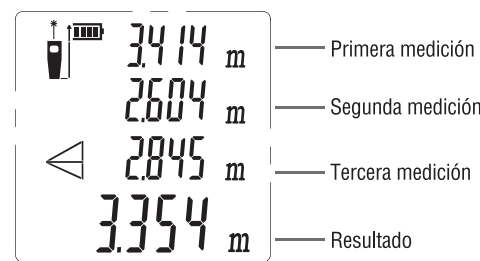
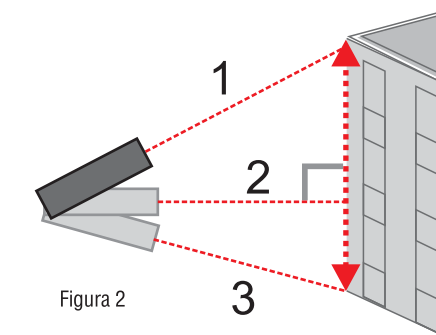
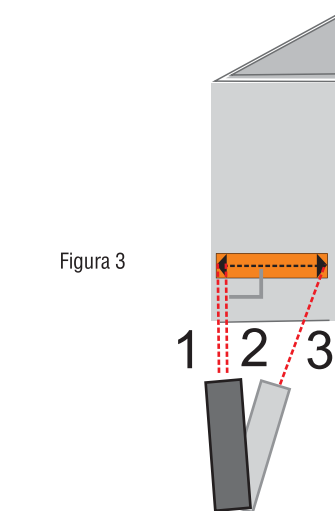
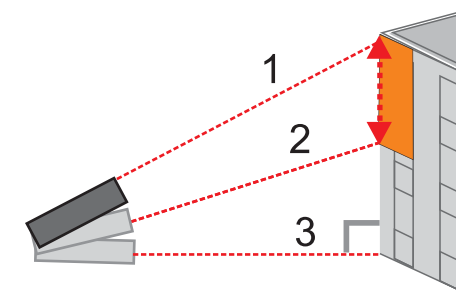

Figura 1
Figura 2
Figura 3
Figura 4
Presione el botón "Área" (2) dos veces para ir a la medición indirecta. Haga tres mediciones a tres puntos que se encuentren en la misma línea. El resultado de la medición se mostrará en pantalla (Figura 1). Esta función se puede utilizar en los siguientes casos: (Figura 2, Figura 3, Figura 4).